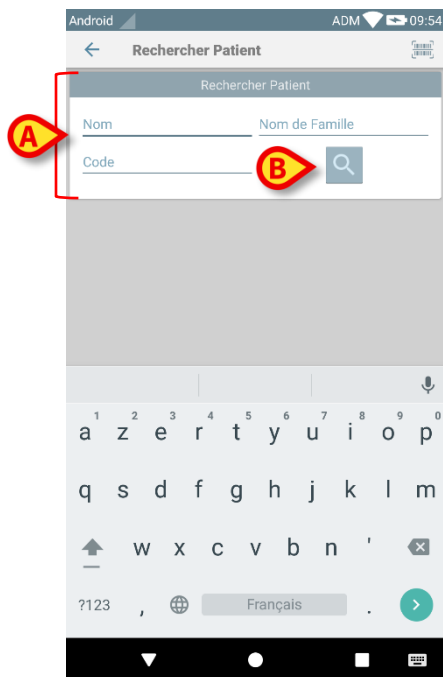

Fig 26
- Saisir les données du patient dans les champs indiqués sur la Fig 26 **A** (prénom, nom, code), puis cliquer sur le bouton **Rechercher** (Fig 26 **B**). Les informations partielles sont autorisées.